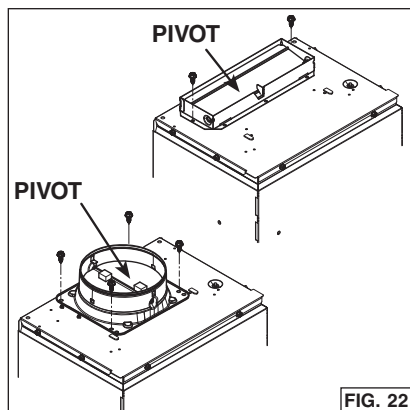

FIG. 22
10. Pour un conduit rectangulaire, utiliser 2 vis à métaux n° 8-18 x 1/4 po (incluses) pour fixer l'adaptateur/volet de 3/4 po x 10 po (inclus) sur le dessus de l'appareil, par dessus l'ouverture d'évacuation du ventilateur (FIG. 22).
Pour un conduit rond, utiliser 4 vis à métaux n° 8-18 x 1/4 po (incluses) pour fixer l'adaptateur/volet inclus de 6 po rond (ou 8 po rond) sur le dessus de l'appareil, par dessus l'ouverture d'évacuation du ventilateur (FIG. 22, 6 po rond illustré).